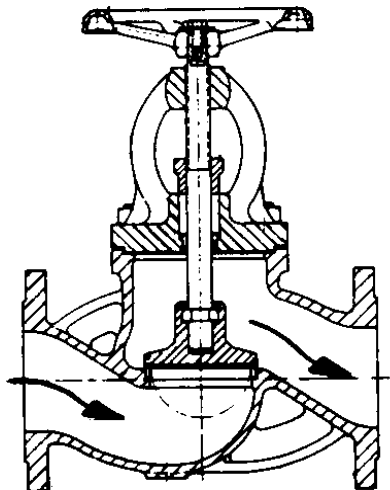
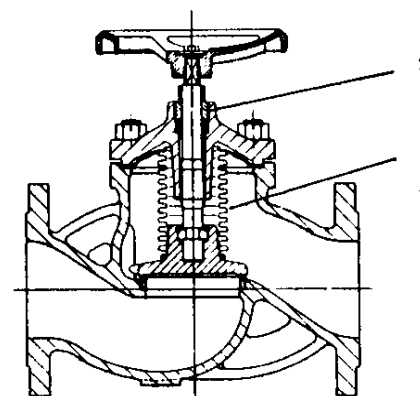

Рис. 1 Проходный клапан с сальниковой коробкой
Рис. 2 Проходный клапан с металлическим уплотнением
Разрезы показывают Проходный клапан с сальниковой коробкой (рис. 1) и Проходный клапан, не требующий ухода, с металлическим сальфоном (рис. 2). Возможны и другие варианты в зависимости от марки и применения. При использовании клапанов другой конструкции, напр. поршневых шибберных клапанов, важно следовать инструкциям по техническому уходу изготовителей.³
5.2. Уплотнение металлического типа (известно как клапаны, не требующие ухода -рис. 2)